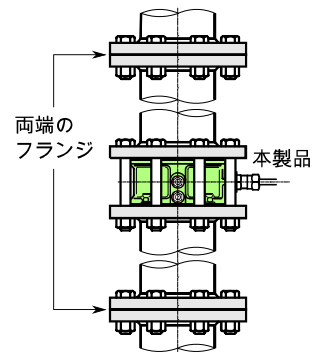

図 8
- ⑥ 上記のフランジ芯出しが困難な場合、両端のフランジをいったん緩め、本製品を先に本締めしてください。(図 8)
- ⑦ 本製品や配管に強い力を加えたり、物を当てたり、衝撃を加えないでください。変形・損傷した場合、漏れや作動不良が発生する恐れがあります。